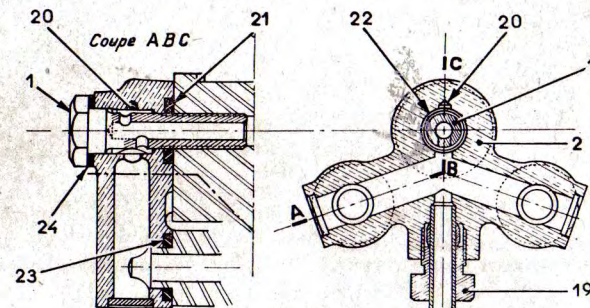

Fig. 5. — Vues de la chape d'arrivée d'huile aux culbuteurs
- 1° Déposer le tube de graissage des culbuteurs, d'abord côté carter, puis côté de la chape en 19 (fig. 5).
- 2° Déposer la chape (2) en retirant la vis (1) et son joint (24) (fig. 5 et 6).